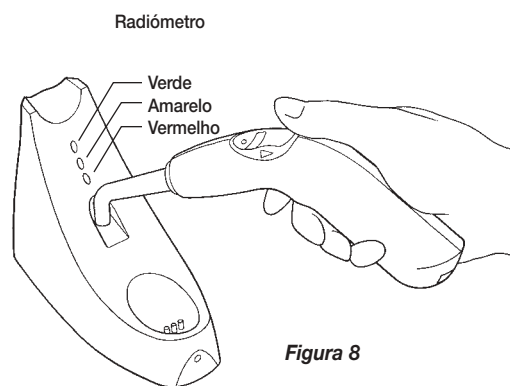

Figura 8
1. Retire o aparelho do carregador e coloque a extremidade de saída da ponteira de fibra óptica no detector do radiómetro (Figura 8).
2. Activar o ciclo de polimerização (ver Funcionamento). O radiómetro acende um dos três indicadores luminosos no carregador imediatamente acima do detector do radiómetro correspondente aos três níveis de potência (ver Figura 8):